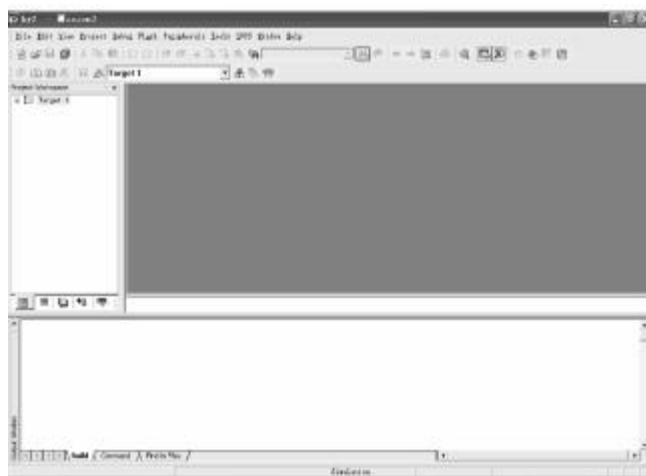

图 1-14  $\mu$ Vision3 启动画面
①首先用下载线将个人电脑的并口和单片机主机模块连接起来, 并接通电源, 然后启动  $\mu$ Vision3, 出现如图 1-14 所示的画面.